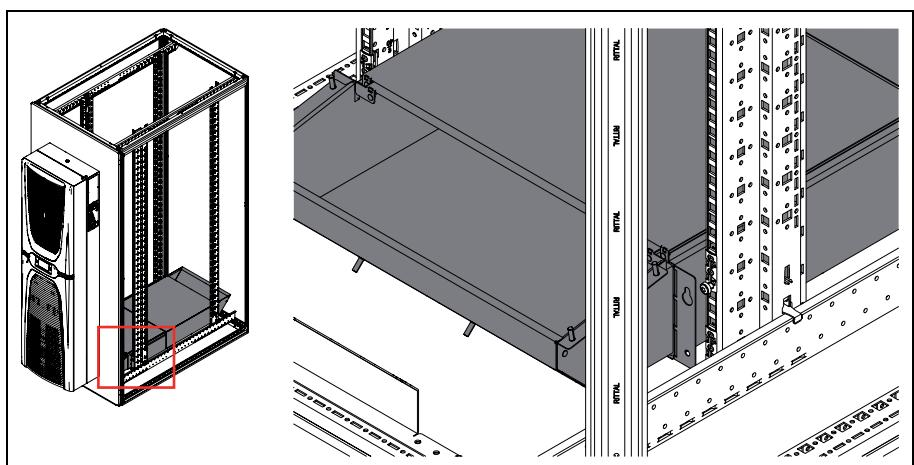

Abb. 12: Einhängen Luftkanal hinten
- Hängen Sie den Luftkanal analog wie auf der Rack-Vorderseite über die Schlüssellocher auf die vorab eingedrehten Schrauben ein (Abb. 12).